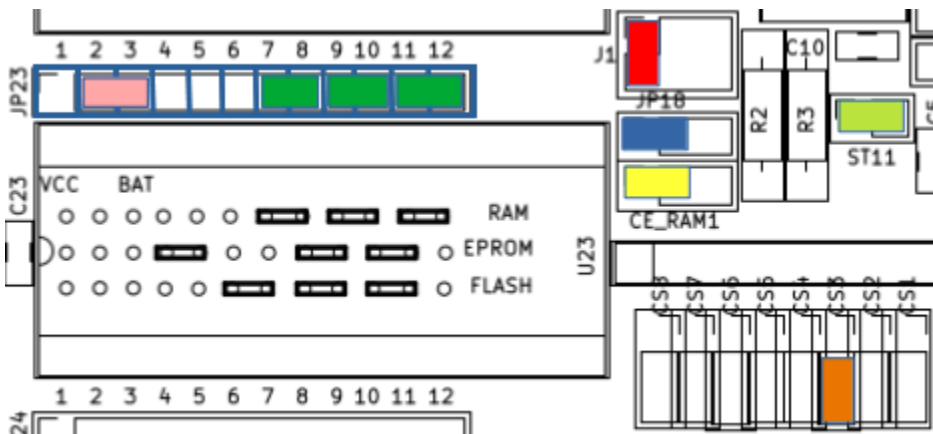

Bild 9: Jumperstellung am Beispiel von CMOS-RAM U23
1. Jumper JP18 Pin1 – Pin2 (blau), siehe Bild 9